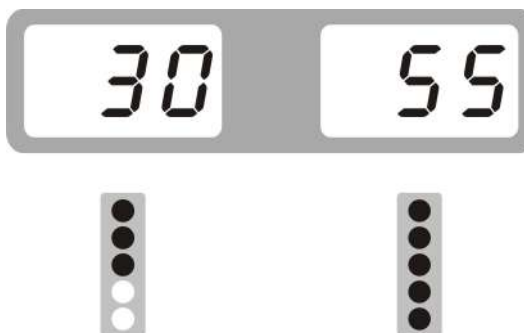

Рис.10
3.2 Медленно вращайте шину против часовой стрелки вручную до тех пор, пока не загорятся все индикаторы с внешней стороны, в точке 12 часов находится точка дисбаланса плоскости выравнивания. Плоскости выравнивания баланса такие, как показано на рисунках ниже. Приклейте соответствующий балансировочный груз на внешнюю сторону обода колеса. См. рис.10